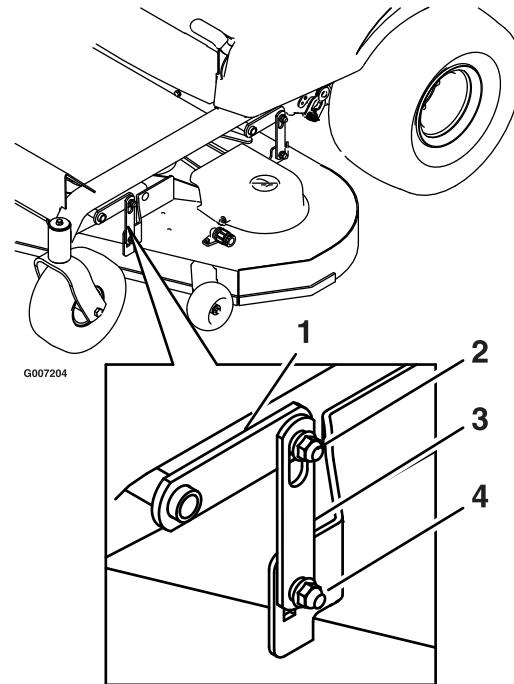

Figura 45
- Afloje las tuercas de ajuste del sistema de nivelación (pieza 4) en las cuatro esquinas de modo que la plataforma quede bien asentada en los cuatro bloques. Asegúrese de que las barras de soporte de la plataforma están bajadas del todo (en la parte superior de la ranura) y que el pedal de elevación de la plataforma está hacia atrás, contra el tope, y apriete las cuatro tuercas de ajuste del sistema de nivelación (Figura 45).